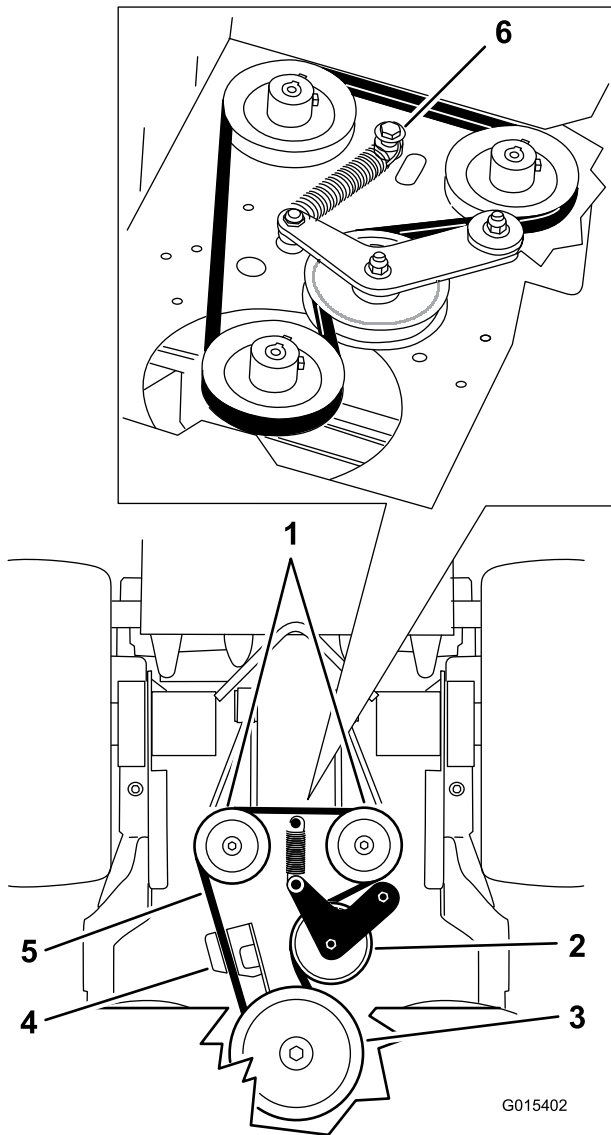

図 66
5. スプリングに接続されているショルダボルト、ナット、ワッシャをエンジン・デッキから外す (図 66)。
6. ポンプ駆動ベルトを外す (図 66)。
8. スプリングをショルダボルトとワッシャに取り付け、ナットでエンジン・デッキに接続する (図 66)。